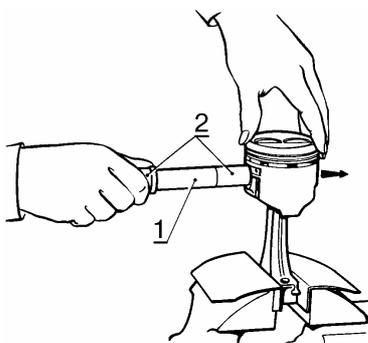

Рис.44.
- надеть поршень на головку шатуна, совместить отверстие под поршневой палец с отверстием верхней головки шатуна и ввести в отверстие приспособление в сборе с поршневым пальцем 1, рис.44, до упора заплечиков валика 2 в бобышку поршня. При этом поршень должен прижиматься бобышкой к верхней головке шатуна в направлении запрессовки пальца;